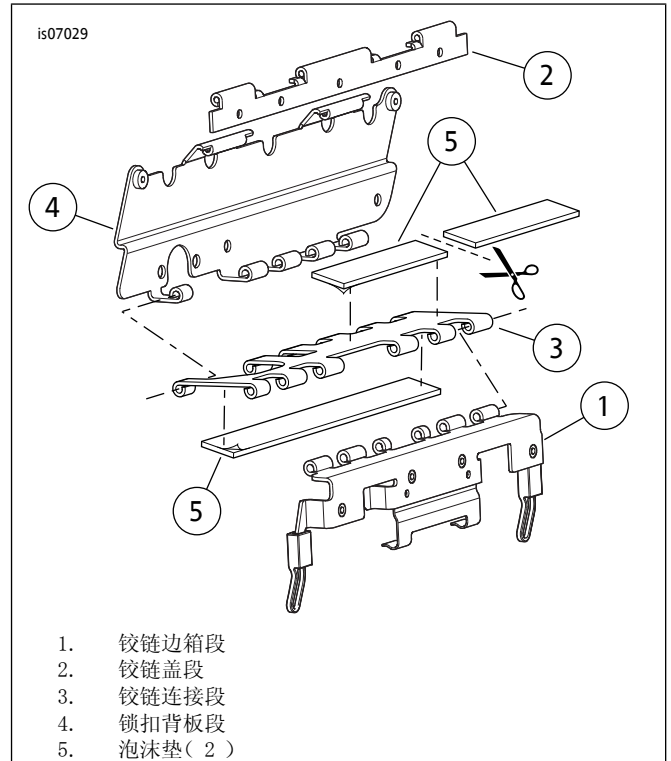

图4. 将泡沫垫安装至边箱锁扣铰链(图示为左侧)
参见图4.为清楚起见,图中的边箱锁扣铰链已拆下销。
15. 从套件中取出两个泡沫垫(图7:项目12)。按照图4所示将其中一个一切为二。去掉未切割垫的背胶衬垫,将其粘贴至锁扣铰链连接段(3)的平侧。去掉一段已切割垫的背胶衬垫,将其粘贴至锁扣连接段的铰链侧,如图所示。